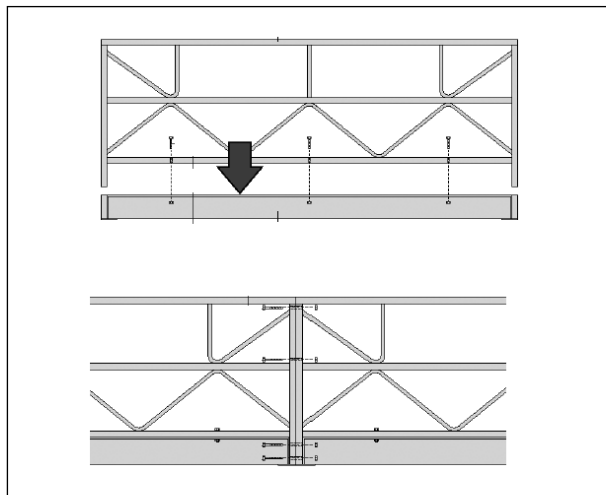

Figura 4. Acoplamiento de módulos y liras
Su unión no puede ser articulada de acuerdo según la norma UNE-EN 1808: 1999+A1: 2010, debiendo realizarse mediante tornillería situada en los extremos de los zócalos y que a su vez, soporta un accesorio llamado lira a la que va unido el aparejo de elevación manual y el sistema anticaídas. Ver Figura 4.
- Se deben colocar los módulos alineados en una superficie plana. Ver Figura 4.